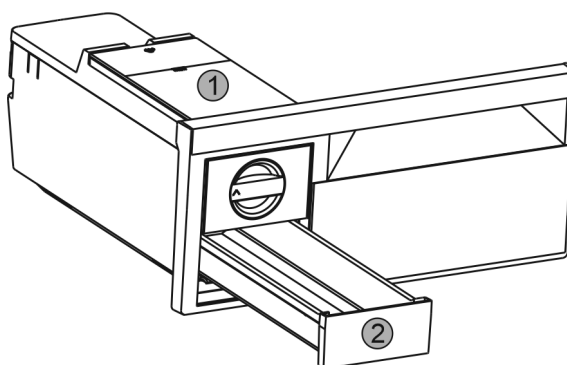

Fig. 28
- ▶ Извлечь бак для воды Fig. 28 (1) и выдвижной ящик для производства кубиков льда Fig. 28 (2).